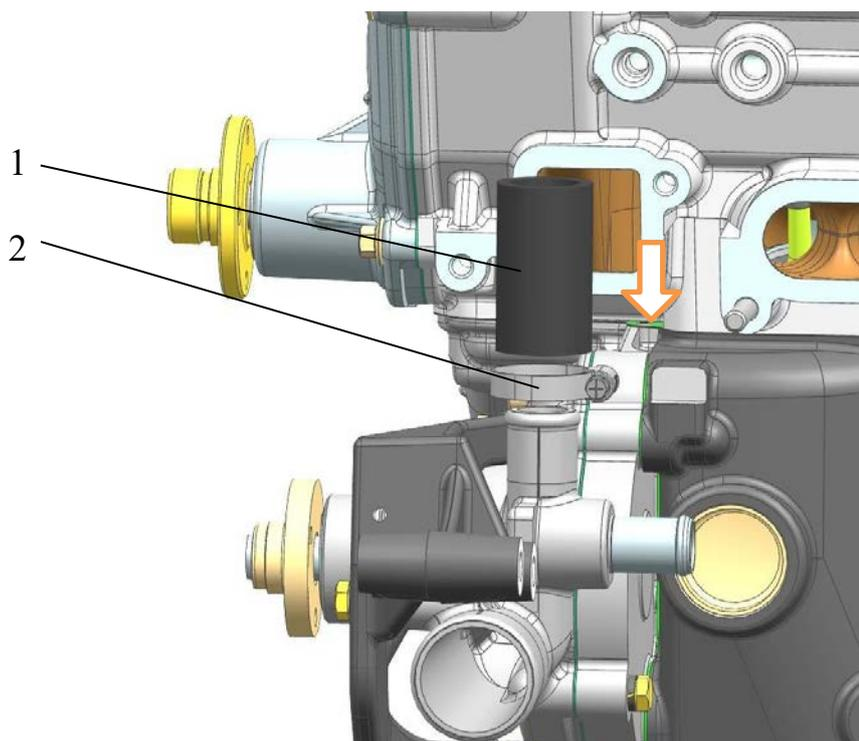

Рис.163. Установка шланга термостата:
18. На патрубок водяного насоса установить шланг 1 (рис.163), соединяющий патрубок водяного насоса с корпусом термостата и закрепить хомутом 2, затянув его моментом 4...6 Н·м (0,39...0,6 кгс·м).